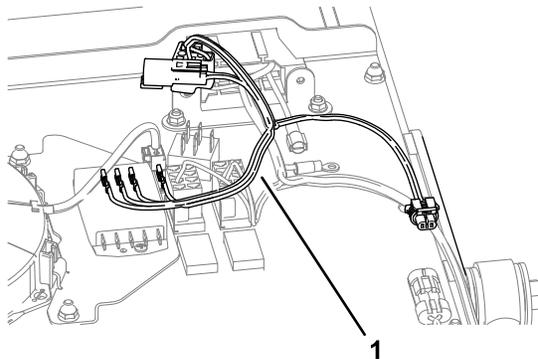

図 7
1. キットのワイヤハーネスを、スイッチパネルに 図 7 のように合わせる。